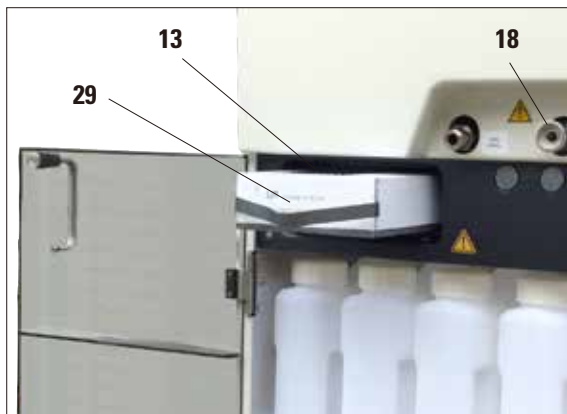

図 5
- 活性炭フィルター（13）を梱包から取り出し、装置に挿入します（図 5）を参照。
ホースを排出開口部（図 5/6 の 18）に接続する際には、ホースの接続ピース（28）をカチッと音が聞こえるまで確実にかみ合わせてください。